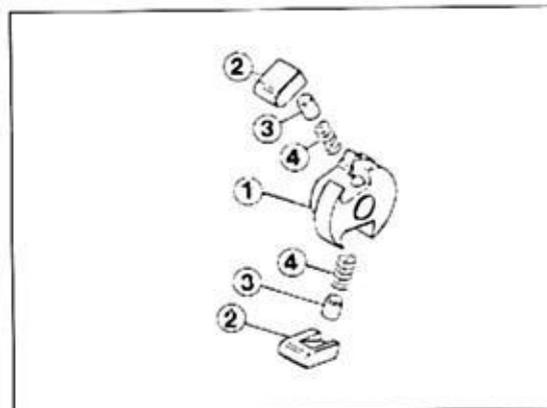

Bild 96
- Schaltratsche Bild 96 so in Nockenscheibe einsetzen, dass breite Schulter C Bild 97 nach